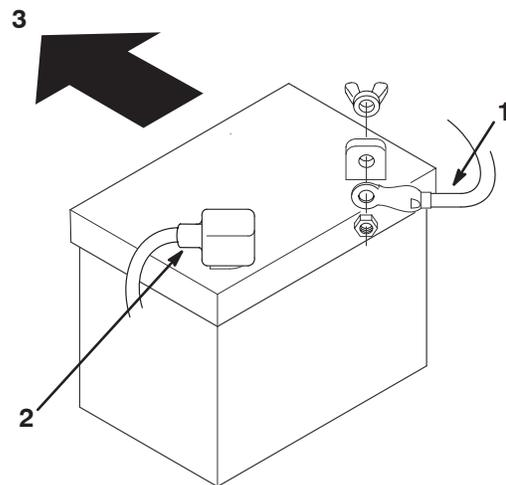

Figure 24
7. Débranchez le câble négatif (noir) de mise à la masse de la borne de la batterie (Fig. 24).
9. Débranchez le câble positif (rouge) de la borne de la batterie (Fig. 24).
1. Placez la batterie sur le châssis, en dirigeant les bornes vers l'arrière de la machine (Fig. 24).
3. Connectez le câble positif (rouge) à la borne positive (+) de la batterie à l'aide du boulon et de l'écrou papillon (Fig. 24). Glissez le capuchon en caoutchouc sur la borne de la batterie.
4. Connectez le câble négatif (noir) à la borne négative (-) de la batterie à l'aide du boulon et de l'écrou papillon (Fig. 24). Glissez le capuchon en caoutchouc sur la borne de la batterie.